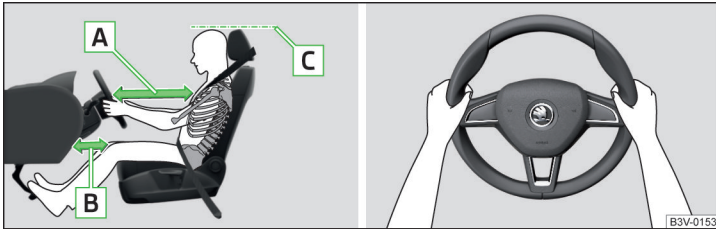

Abb. 2 Richtige Sitzposition des Fahrers / Richtige Lenkradhaltung
- ✓ Bei Fahrzeugen mit Fahrer-Knieairbag den Fahrersitz in Längsrichtung so einstellen, dass der Abstand der Beine zur Schalttafel im Bereich des Knieairbags mindestens 10 cm beträgt » [Abb. 2 - \[B\]](#).
- ✓ Das Lenkrad so einstellen, dass der Abstand zwischen Lenkrad und Brustbein mindestens 25 cm beträgt » [Abb. 2 - \[A\]](#).
- ✓ Die Kopfstütze so einstellen, dass die Oberkante der Kopfstütze sich möglichst auf einer Höhe mit dem oberen Teil Ihres Kopfes befindet (gilt nicht für Sitze mit integrierter Kopfstütze) » [Abb. 2 - \[C\]](#).
- Während der Fahrt das Lenkrad mit beiden Händen seitlich am äußeren Rand in der „9-Uhr“- und „3-Uhr“-Position festhalten » Abb. 2. Niemals das Lenkrad in der „12-Uhr“-Position oder in einer anderen Art und Weise festhalten (z. B. in der Lenkradmitte, am inneren Lenkradrand u. Ä.). Anderenfalls könnte man sich bei der Airbagauslösung schwere Verletzungen an Armen, Händen und Kopf zuziehen.
- ✓ Die Kopfstütze so einstellen, dass die Oberkante der Kopfstütze sich möglichst auf einer Höhe mit dem oberen Teil Ihres Kopfes befindet » Abb. 2 auf Seite 12 - **[C]** (gilt nicht für Sitze mit integrierter Kopfstütze).
- ✓ Die Kopfstütze so einstellen, dass die Oberkante der Kopfstütze sich möglichst auf einer Höhe mit dem oberen Teil des Kopfes befindet » Abb. 2 auf Seite 12 - **[C]**.